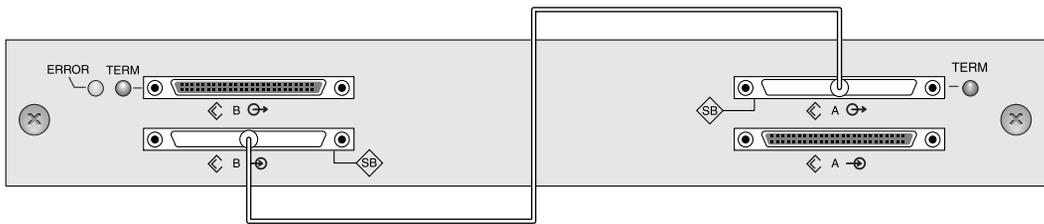

图 4-15 为单总线扩展单元连接电缆
2. 要将扩展单元配置为单总线配置，请连接 SCSI 端口（左下端口与右上端口）之间的 SCSI 跳线电缆，如图 4-15 所示。用 6 次完整的顺时针旋转来上紧电缆插座螺钉，确保连接和操作正确。